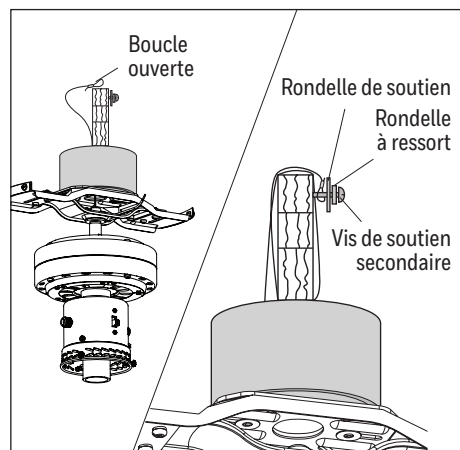

Figure 3.2
2. Insérez partiellement la vis de soutien secondaire, la rondelle à ressort secondaire et la rondelle de soutien dans le côté de l'entretoise fixée au plafond. Faites ensuite passer le câble tressé pardessus l'entretoise du plafond et placez la boucle ouverte du câble tressé autour de la vis de soutien secondaire. **Remarque :** Il est possible que vous ne puissiez pas accéder à l'entretoise du plafond par en dessous. Il faudra alors y accéder par-dessus. **Important :** Le câble tressé doit effectuer un tour complet autour de l'entretoise pour que le ventilateur soit fixé (Figure 3.2).